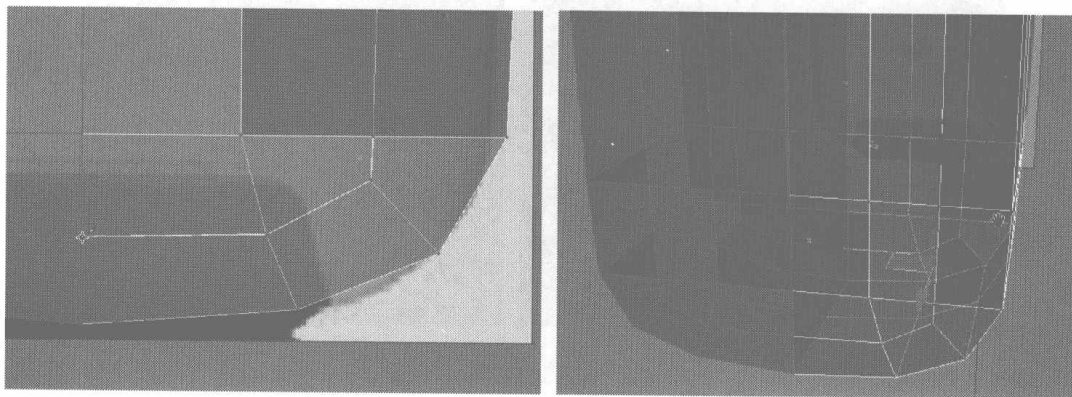

图 4.16
- 10** 在 Front 视图中的文字图标上单击右键，在弹出的快捷菜单中选择 Views | Back 命令，将视图切换，参看 Box 前面的细分曲线，用 Cut 命令在如图 4.16 所示的位置添加细分曲线，并再用 Connect 命令分别添加其他的细分线，使正面与背面的曲线相同。